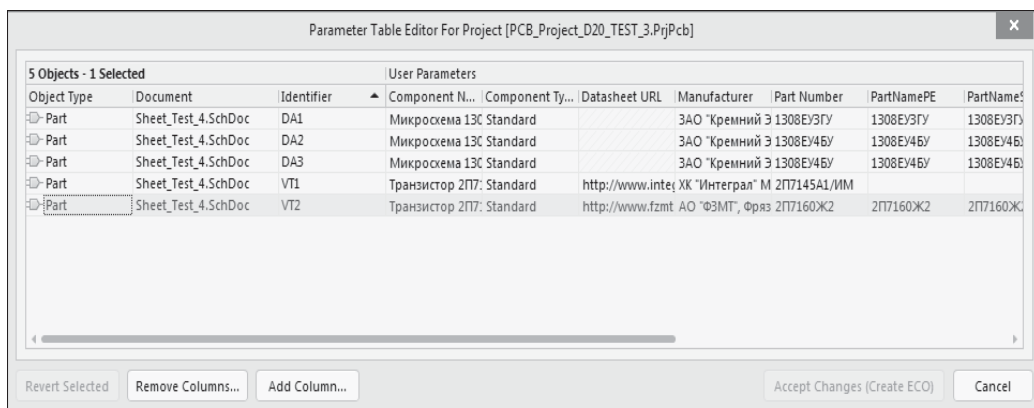

Рис. 4.13. Диалоговое окно назначения новых параметров
4. Кнопкой **ОК** закрыть окно. После этого откроется окно (рис. 4.13) с таблицей, в колонках которой указаны типы выбранных объектов **Part** (Схемный компонент), их позиционные обозначения по схеме, имя схемного документа и ранее назначенные параметры (атрибуты).